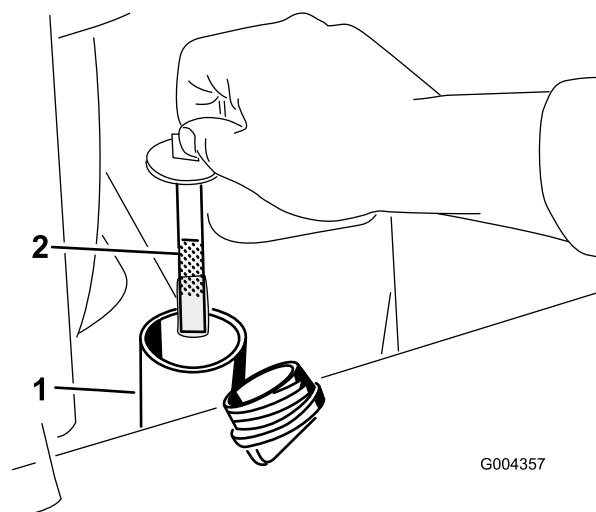

Figura 59
6. Rimuovete il tappo del collo del bocchettone e controllate il livello del fluido sull'asta di livello (Figura 59).